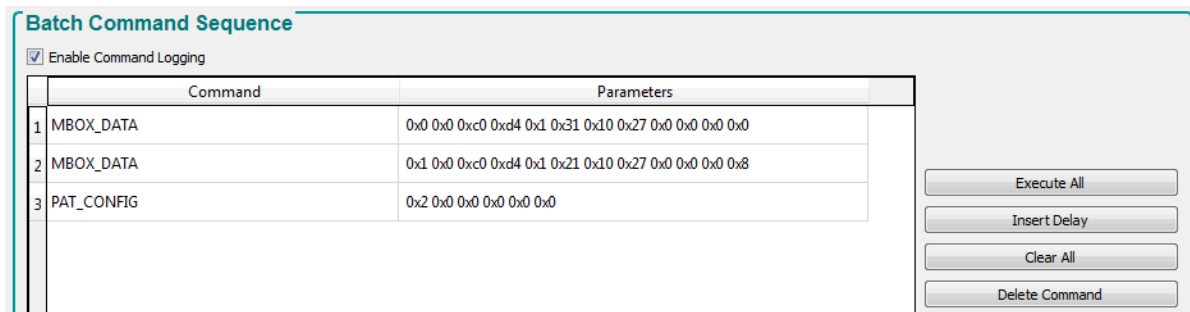
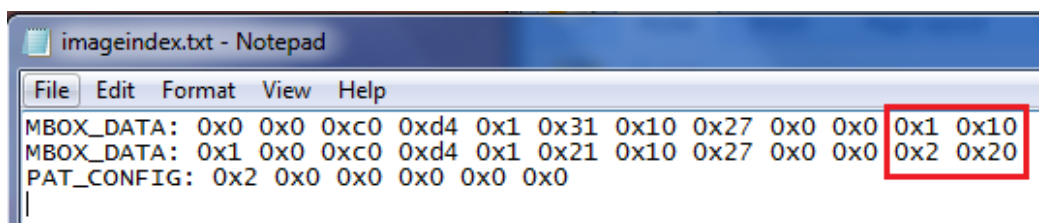

图 3-24. 图形 LUT 定义和配置
图 3-25. 更新索引和位位置
10. 图 3-24 显示了图案序列的 *Pattern LUT Definition* 和 *Configuration*。
16. 使用记事本或类似的编辑器打开并编辑步骤 11 中保存的批处理文件。该文件通常存储在 `C:\Texas Instruments-DLP\DLPC900REF-SW-5.2.0\DLPC900REF-GUI\Images and Batch files\` 文件夹中的 `LCR[DMD]_Images\` 文件夹内，具体取决于所使用的 DLPC900 DMD EVM。更改图像索引和位位置，如图 3-25 所示。有关图案 LUT 定义和配置命令的详细信息，请参阅 DLPC900 编程人员指南 (DLPU018)。
17. 图 3-25 显示了两种图案图像的图像索引和位位置，其中的值与图 3-24 中的值相比发生了变化。点击 *Save* 保存新的批处理文件。